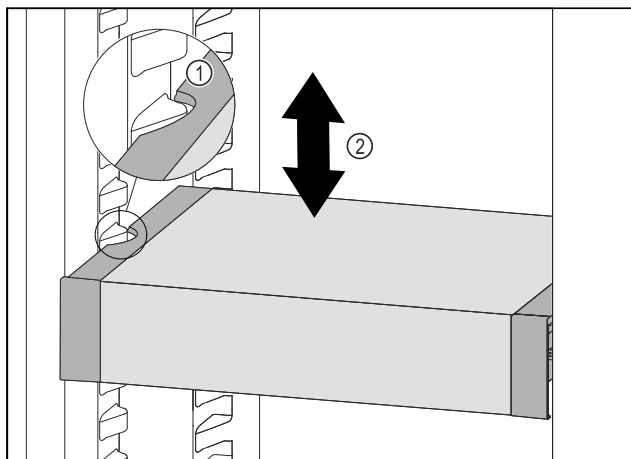

Fig. 154
- Tërhiqni VarioSafe për nga përpara, derisa foletë anësore të VarioSafe të jenë në lartësinë e brinjëve të kutisë në pjesën e ftohjes. Fig. 154 (1)
- Lëvizni VarioSafe për lart ose për poshtë në pjesën e ftohjes, derisa të arrihet lartësia që dëshironi. Fig. 154 (2)